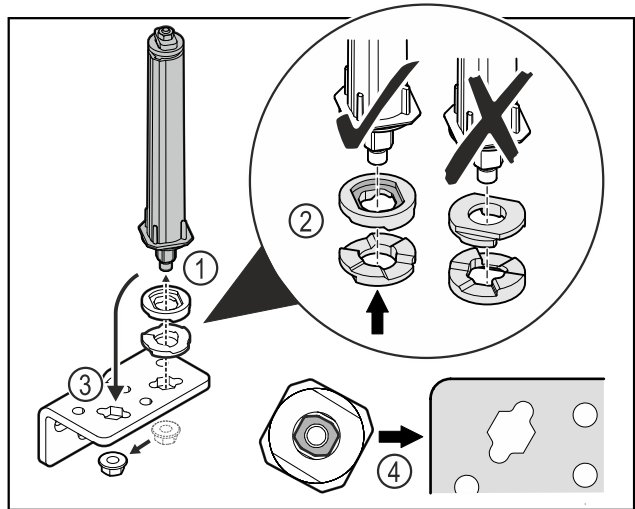

Fig. 32
- ▶ Відкрити гайку і зняти систему запирання дверей Fig. 32 (1).
- ▶ Слідкувати за правильним розташуванням шайб для регулювання висоти Fig. 32 (2).
- ▶ Переставити систему запирання дверей у шарнірному кутику і зафіксувати гайкою Fig. 32 (3).
- ▶ Під час встановлення слідкувати за правильною орієнтацією системи запирання дверей Fig. 32 (4).